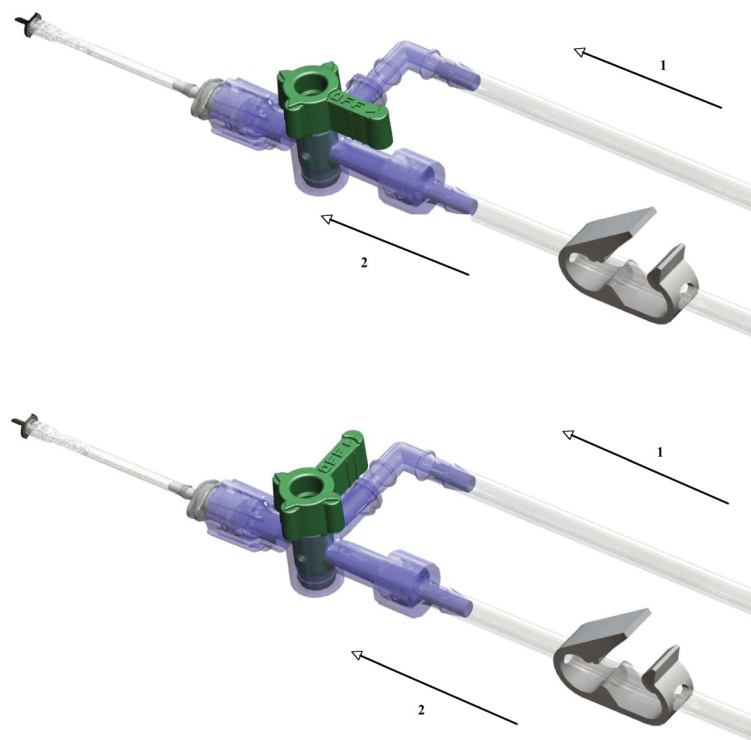

Figura 4.15. El control de la llave de 2 vías de intercambio de aire/líquido.
4. Gire la válvula de la llave para detener el flujo de solución de irrigación e iniciar el de aire, tal como se muestra en Figura 4.15 (arriba). (Enfermero instrumentista)